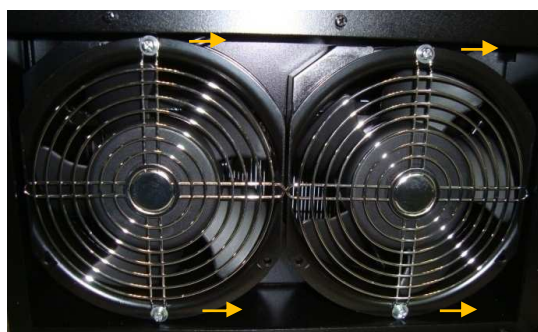

Рис. 6.8
6.7.1. Выкрутить два болта, демонтировать силовой предохранитель (рис. 6.8) и положить в тару.